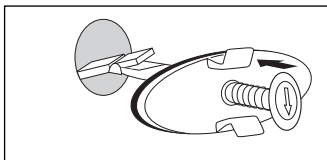

Abb. 2
- Führen Sie ihn in den Überlauf ein. Sobald der Verriegelungshebel auf die rückwärtige Wand stößt, stellt er sich auf (Abb. 2).